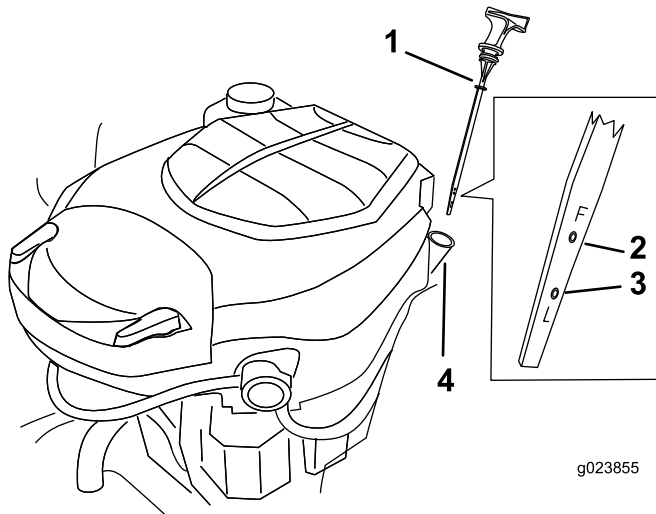

Figura 29
4. Retire la varilla de aceite y límpiela con un trapo (Figura 29).
6. Retire la varilla y compruebe el nivel de aceite. Figura 29.
8. Retire el tapón de llenado/varilla de aceite (Figura 29).
18. Vierta lentamente un 80% aproximadamente de la cantidad especificada de aceite por el tubo de llenado (Figura 29).
19. Instale el tapón de llenado/varilla de aceite (Figura 29).
20. Compruebe el nivel de aceite (Figura 29).
22. Instale el tapón de llenado/varilla de aceite (Figura 29).